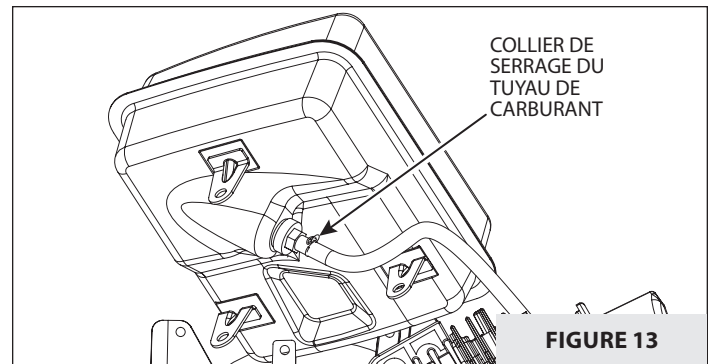

FIGURE 13
5. Soulever délicatement le réservoir pour le dégager de la machine et détacher le collier de serrage. **VOIR FIGURES 13 ET 14.**